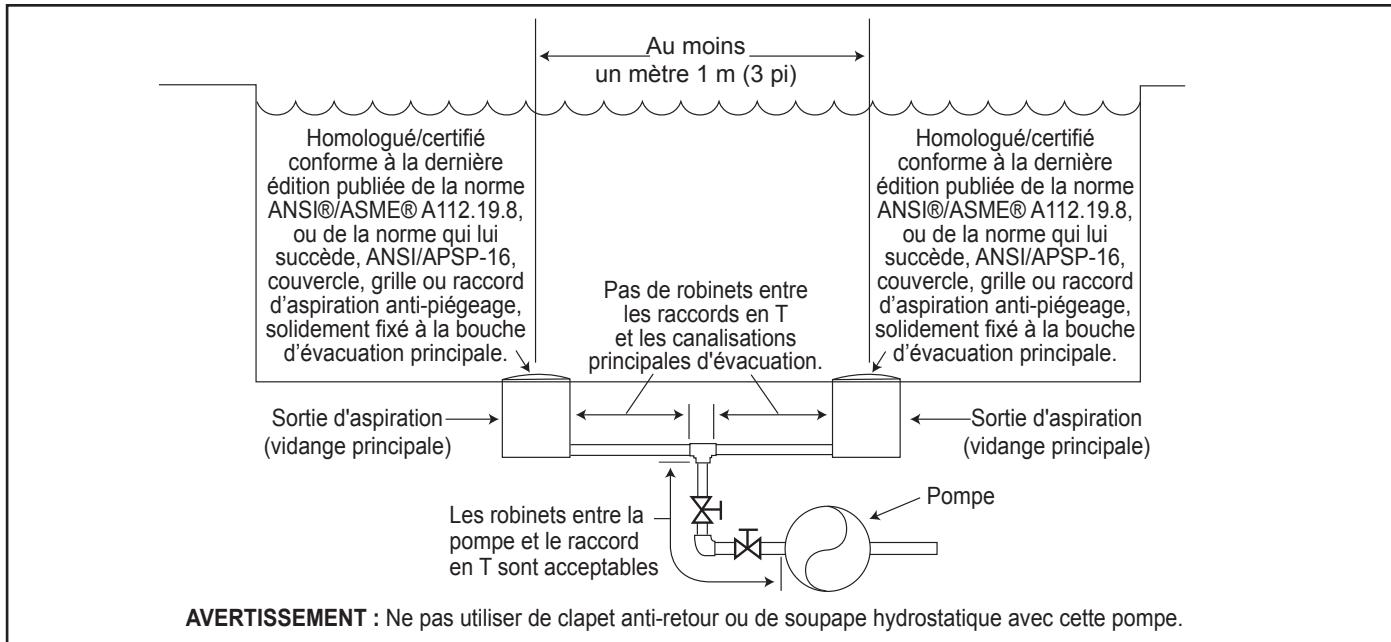

Figure 1. Nombre de sorties d'aspiration par pompe
Nombre de bouches d'aspiration par pompe - Fournir au moins deux (2) bouches d'aspiration hydrauliquement équilibrées, avec couvercles, en guise de bouches d'aspiration pour chaque conduite d'aspiration de pompe de circulation. Les centres des bouches d'aspiration sur toute conduite d'aspiration doivent être à au moins un (1) mètre (3 pi) l'une de l'autre, de centre en centre. Voir Figure 1.
Le système **doit** être conçu pour comprendre au moins deux bouches d'aspiration (drains) connectées à la pompe chaque fois que la pompe fonctionne. Cependant, si deux (2) bouches d'aspiration aboutissent à une seule conduite d'aspiration, cette dernière peut être équipée d'un robinet qui coupera les deux bouches d'aspiration de la pompe. Le système doit être conçu de manière à ne pas permettre une fermeture ou un isolement distinct ou indépendant de chaque drain. Voir la Figure 1.
Suivant les indications de la Figure 1, une vitesse préréglée « » est assignée au dispositif eStar. Par conséquent, il est prévu d'assigner une vitesse de rendement optimum de filtration, comme déterminé par l'installateur.